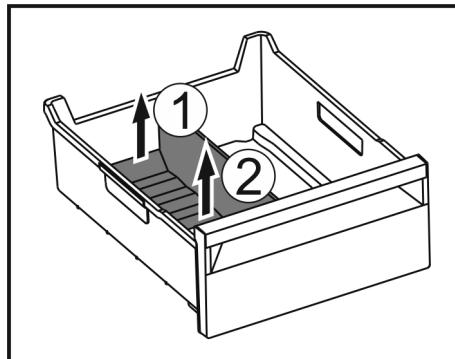

Fig. 164
- Повдигнете задната част на разделителя на отделението за лед. Fig. 164 (1)
- Извадете разделителя на отделението за лед нагоре. Fig. 164 (2)